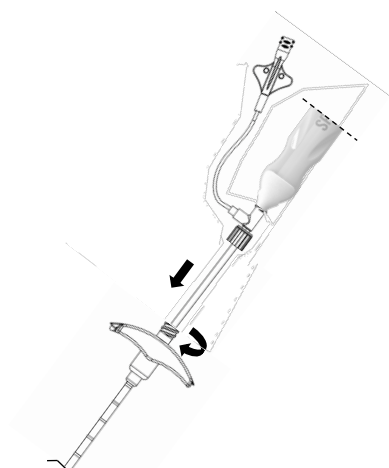

Figura 16 - Inserimento della sonda nell'introduttore
1. Inserire completamente le sonde nell'introduttore posizionato e bloccarlo con la porta luer lock dell'introduttore (Figura 16).